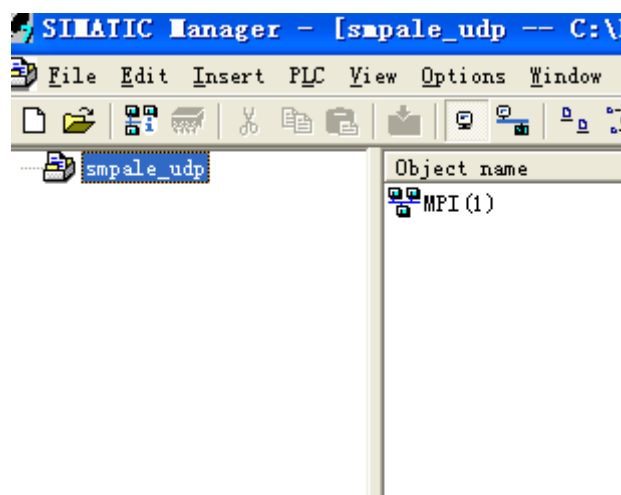

图 1.1.2 工程名
(2)、点击确定后，会出现一个新的工程文件，名称即为 smpale_udp，如图 1.1.2 所示。